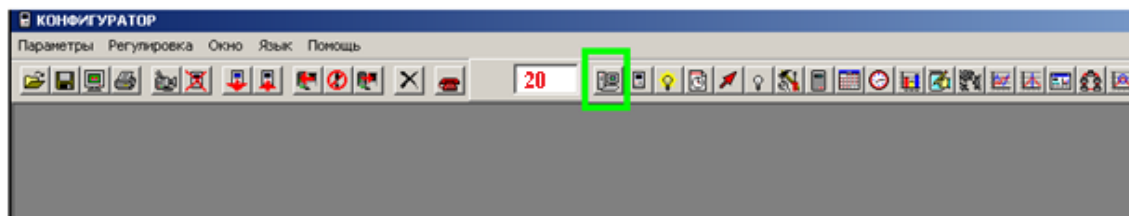

Рисунок 6.1 – Кнопка Параметры соединения
6.3 Нажать кнопку  **Параметры соединения** на панели инструментов (см. рисунок 6.1).